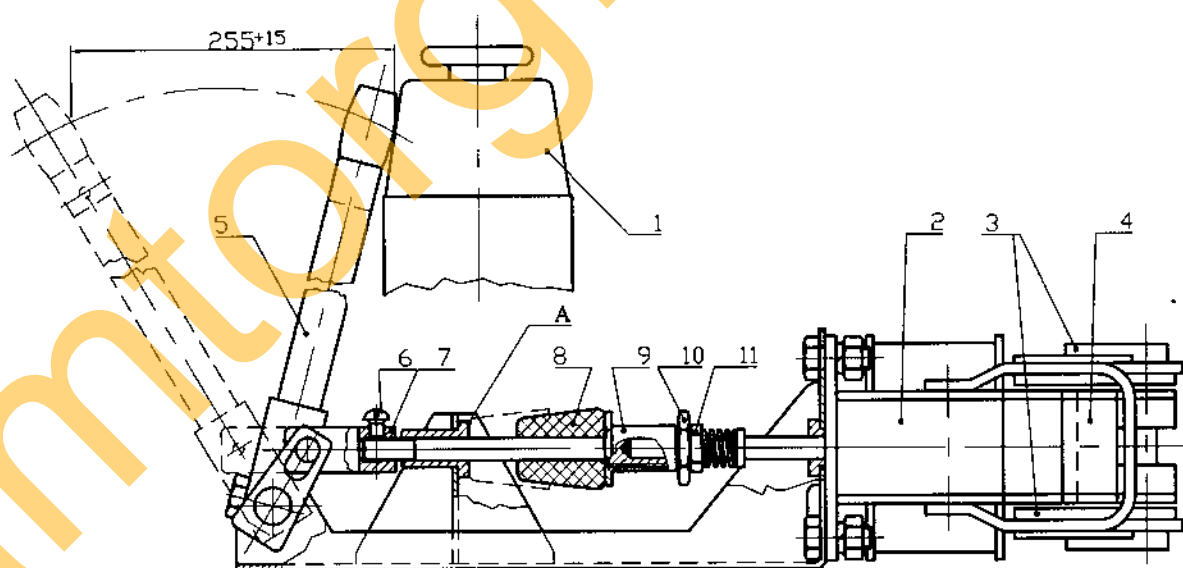

Рис. 6 — Механизм короткозамыкателя БВН
3.2.6 Проверить наличие смазки на трущихся поверхностях короткозамыкателя и направляющих 3 электромагнита (рис. 6). При необходимости поверхности смазать смазкой ЦИАТИМ-201 ГОСТ 6267-74.